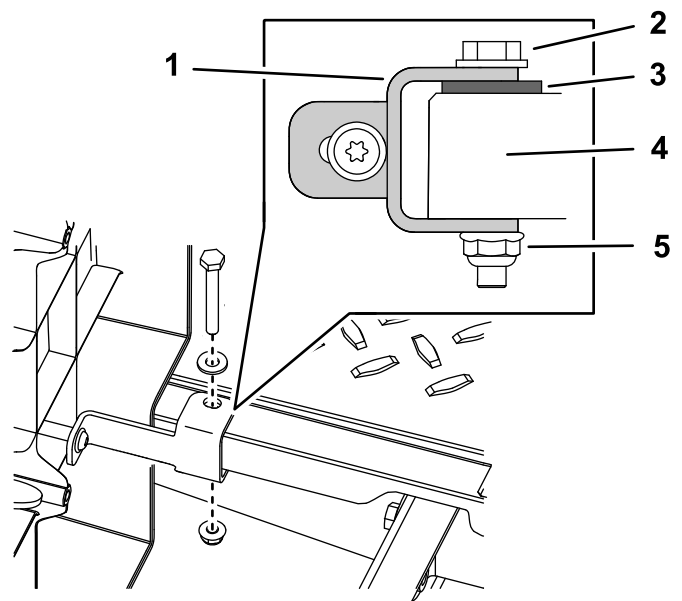

Figura 6
- Utilizzate il bullone, la rondella e il dado che avete precedentemente rimosso dal pianale e utilizzateli per montare la rondella del kit tra il morsetto e il pianale (Figura 6). Ripetete l'operazione per il morsetto del pianale di sinistra.
1. Disponete il cablaggio preassemblato dietro la cabina e sotto il sedile e fissate il fermo sul cablaggio preassemblato al pannello laterale (Figura 6).